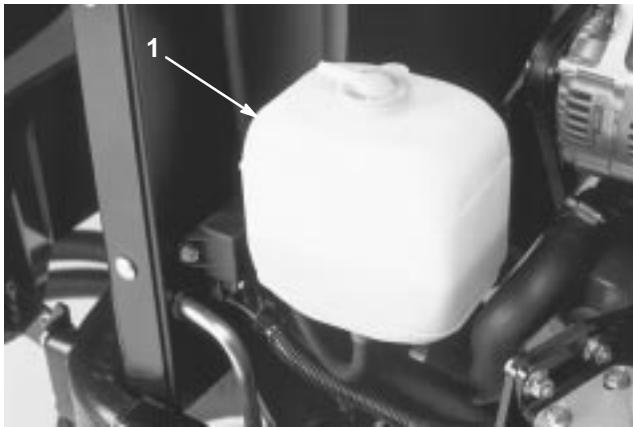

Bild 19
1. Kontrollieren Sie den Kühlmittelstand im Ausdehnungsgefäß (Bild 19). Bei einem kalten Motor muss der Füllstand ungefähr auf halber Höhe zwischen den beiden Markierungen stehen.